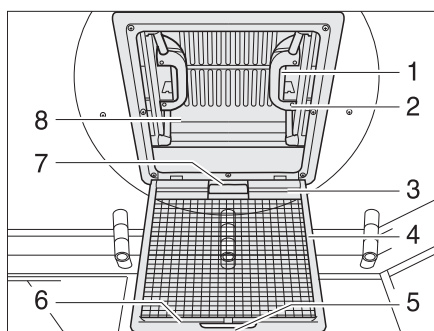

Bild 82 Taklucka med snäplås
- Drag i handtaget (Bild 82,5).
- Fäll ned insektsskyddet (Bild 82,4).
- Tryck snäplåset (Bild 82,1) mot takluckans insida (Bild 82,8). Tryck samtidigt takluckan uppåt med handtaget (Bild 82,2).
- Fäll upp insektsskyddet (Bild 82,4) så att det hakar i.
- Drag kraftigt ner takluckan (Bild 82,8) med hjälp av båda handtagen (Bild 82,2) så långt, att snäplåsen (Bild 82,1) går i lås.
- Drag mörklägningsrullgardinen (Bild 82,1) i handtaget (Bild 82,7) och haka i kroken (Bild 82,3) i listen på insektsskyddet.
- Lossa handtaget (Bild 82,3) från fästlisten (Bild 82,6) och för långsamt tillbaka mörklägningsrullgardinen.